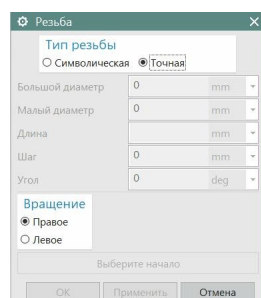
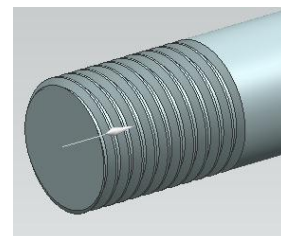

рис.26
рис.28
- Как только вы обратитесь к указанной команде, появится пассивное диалоговое окно рис.26. Но стоит указать курсором на цилиндрическую поверхность, и система сама заполнит все поля этого окна. Результат построенного изображения резьбы представлен на рис.28.